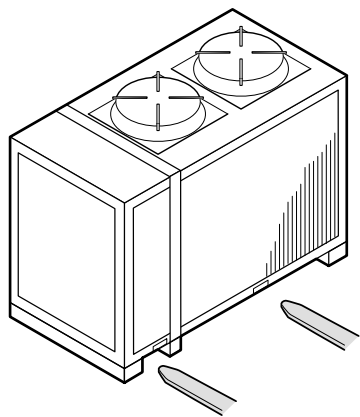

fig. 11
- La movimentazione dell'unità deve essere eseguita con cura onde evitare danni alla struttura esterna e alle parti meccaniche ed elettriche interne (fig. 11 e 12).